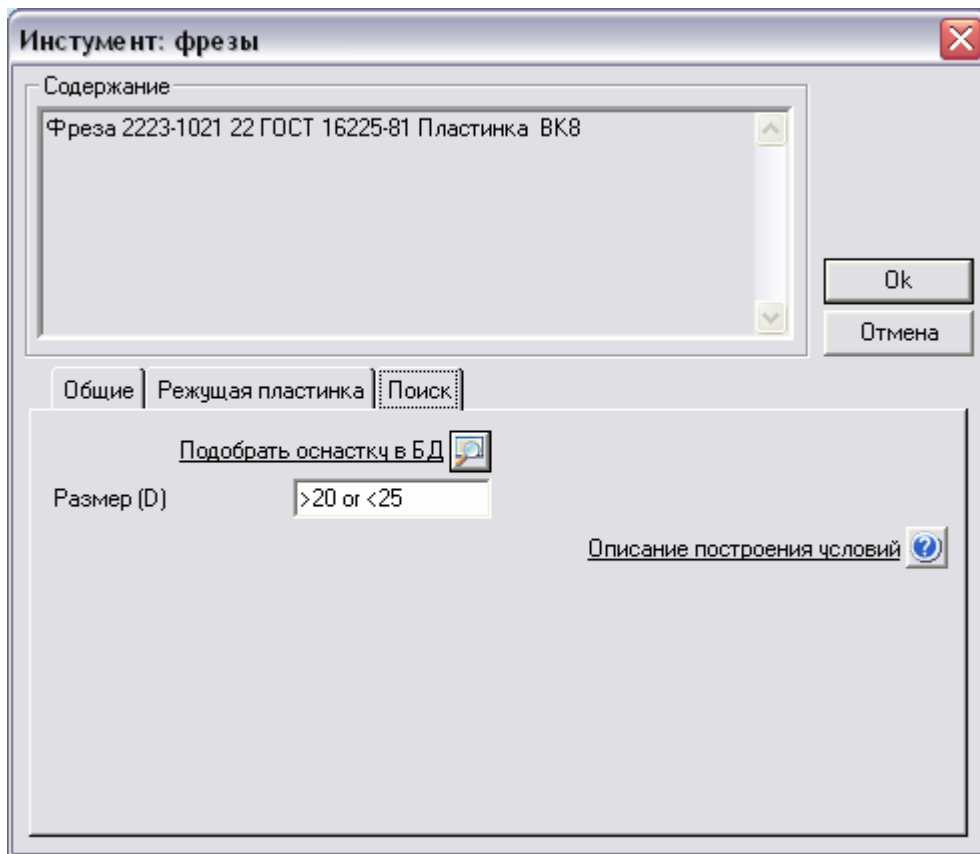

Рис. 31. Диалог объекта «Инструмент: фрезы»
Поисковый параметр. Перечень поисковых параметров для разной оснастки различный. Для фрез – диаметр режущей части инструмента. Если поисковый параметр не задан, система предложит весь справочник по выбранной группе оснастки. В данном поле возможно использование операторов сравнения: =, >, <, >=, <= и логических операторов: or, and. Например, нужно найти все фрезы с диаметром от 10 до 20 мм. Для этого необходимо ввести в поле **Размер (D)** следующее значение «<10 and <=20» (см. Рис. 31).
2. Нажмите кнопку  в поле **Подобрать оснастку в БД** (см. Рис. 31);